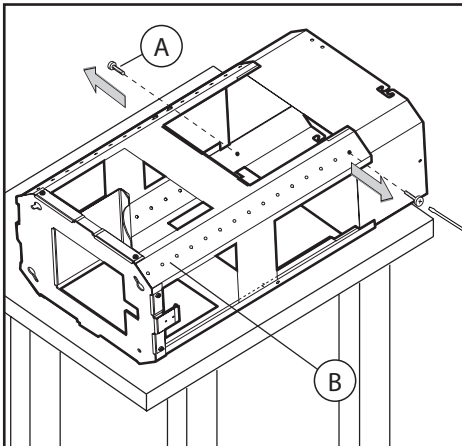

Fig.2
- Den Trägersupport aus der Verpackung nehmen und die 2 Schrauben **A** entfernen, um den oberen Teil vom unteren zu trennen (**Abb.2**).